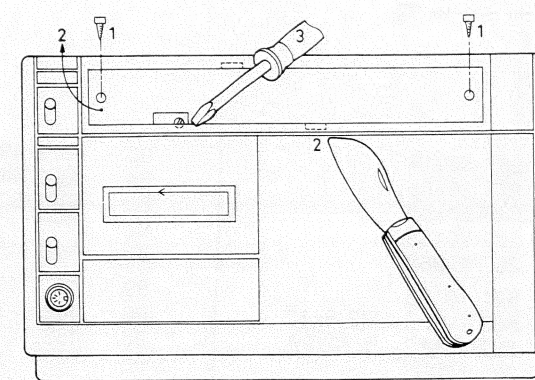

Fig. 5
- Regolare la tensione di uscita massima per mezzo della vite sul davanti del mobile, la quale è accessibile dal fondo del vano cassetta (fig. 5).